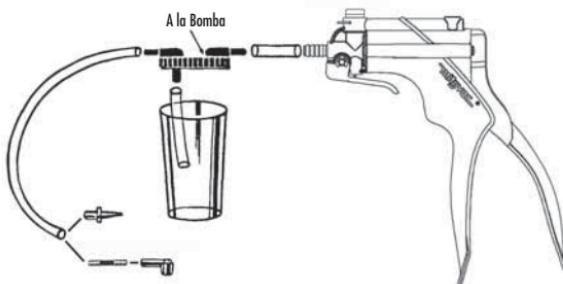

FIGURA 1: JUEGO DE PURGA DEL FRENO
- 3) Introduzca deslizando 1½" de tubo entre la bomba y la tapa del vaso del depósito, en el orificio marcado "TO PUMP" (a la bomba) (FIGURA 1).